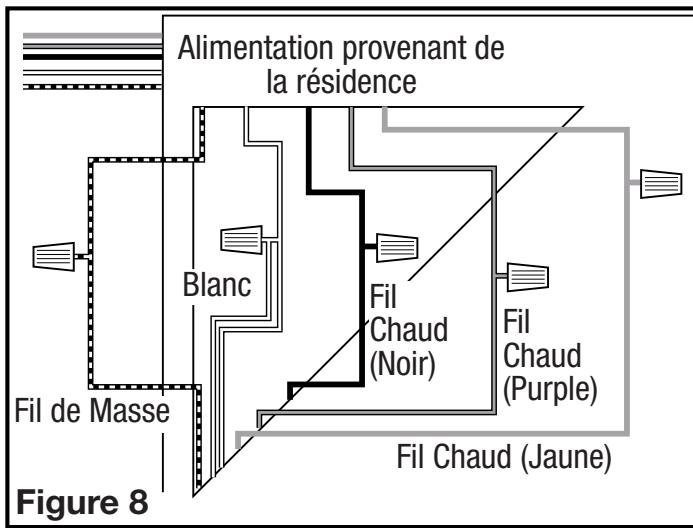

Figure 8
3. Par là où vous avez choisi d'accéder à la boîte de jonction du ventilateur, raccorder un fil Blanc de la maison aux deux fils Blancs du ventilateur. Raccorder un fil vivant (Noir) du commutateur mural au fil Noir du ventilateur (celui-ci est pour le contrôle du ventilateur). Raccorder le second fil vivant (violet) du commutateur mural au fil Violet du ventilateur (celui-ci pour le contrôle de la lumière de nuit). Raccorder un troisième fil vivant (Jaune) du commutateur mural au fil Jaune du ventilateur (celui-ci est pour le contrôle de la lumière principale). Raccorder le fil de mise à la terre (vert ou cuivre nu) de la maison au fil Vert du ventilateur (**Figure 8**). Utiliser des méthodes de raccordement approuvées pour toutes les connexions.